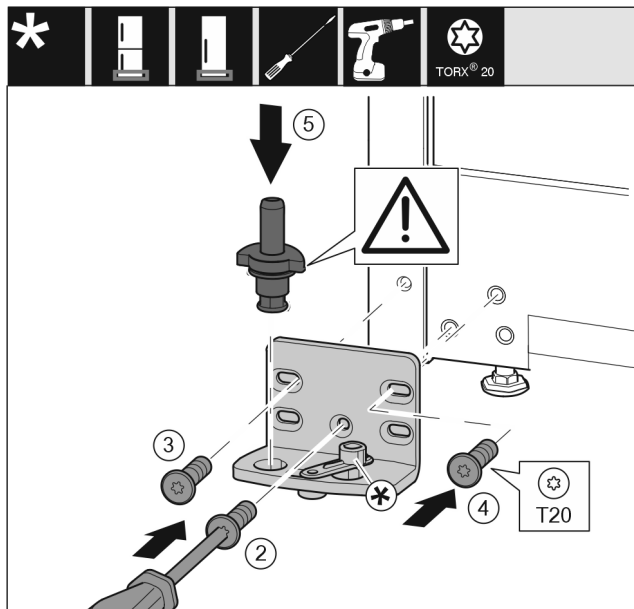

Fig. 22 \*
- Postavite podložak ležaja na drugu stranu i pritegnite ga odvijačem. Započnite s vijkom Fig. 22 (2) dolje u sredini.\*
- Pritegnite vijak Fig. 22 (3) i vijak Fig. 22 (4).\*
- Potpuno umetnite podložak ležaja Fig. 22 (5). Pritom se pobrinite za to da je uskočna izbočina okrenuto prema natrag.\*
- Postavite podložak ležaja na drugu stranu i pritegnite ga odvijačem. Započnite s vijkom (2) dolje u sredini.\*
- Pritegnite vijak (3) i vijak (4).\*
- Potpuno umetnite podložak ležaja (5). Pritom se pobrinite za to da je uskočna izbočina okrenuto prema natrag.\*